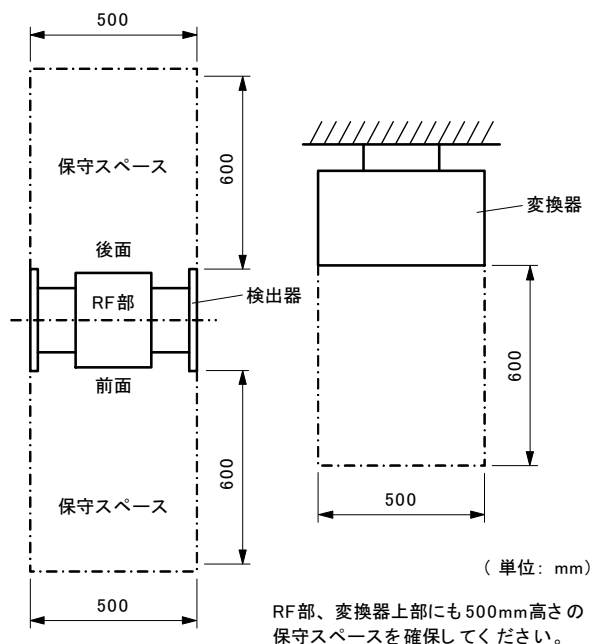

図5 保守スペース
- (1) 振動が少なく、衝撃がなく、腐食性ガスの雰囲気が少ない場所を選んで、保守作業が容易に行える場所に据付けてください。
- (2) 検出器および変換器の周囲に保守のためのスペースを確保してください(図5参照)。
- (3) 直射日光を受ける恐れがある場合は、日除けカバーを設けてください。
- (4) 本濃度計は、可燃性・爆発性ガス漏えいの危険性がある場所には設置できません。
- (5) 本濃度計は、次の場所への据付けは避けてください。
- (6) 本濃度計は、気泡の発生がほとんどなく、配管内において非滴水や沈降・堆積のない場所へ据付けてください。
- (7) 本濃度計は、濃度分布が均一となる場所へ据付けてください。配管内の濃度分布が不均一の場合には、手分析と濃度計の指示値が一致しない場合があります。